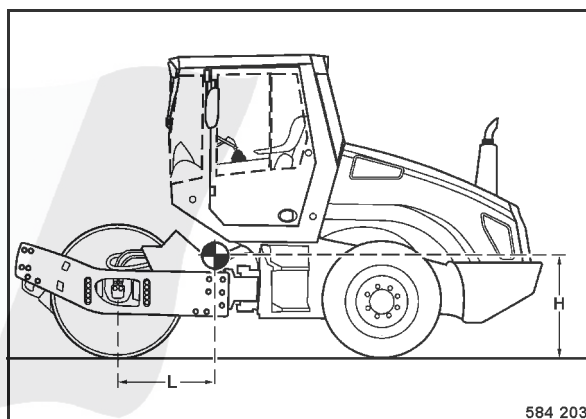

fig. 72
- Position du centre de gravité (fig. 72).